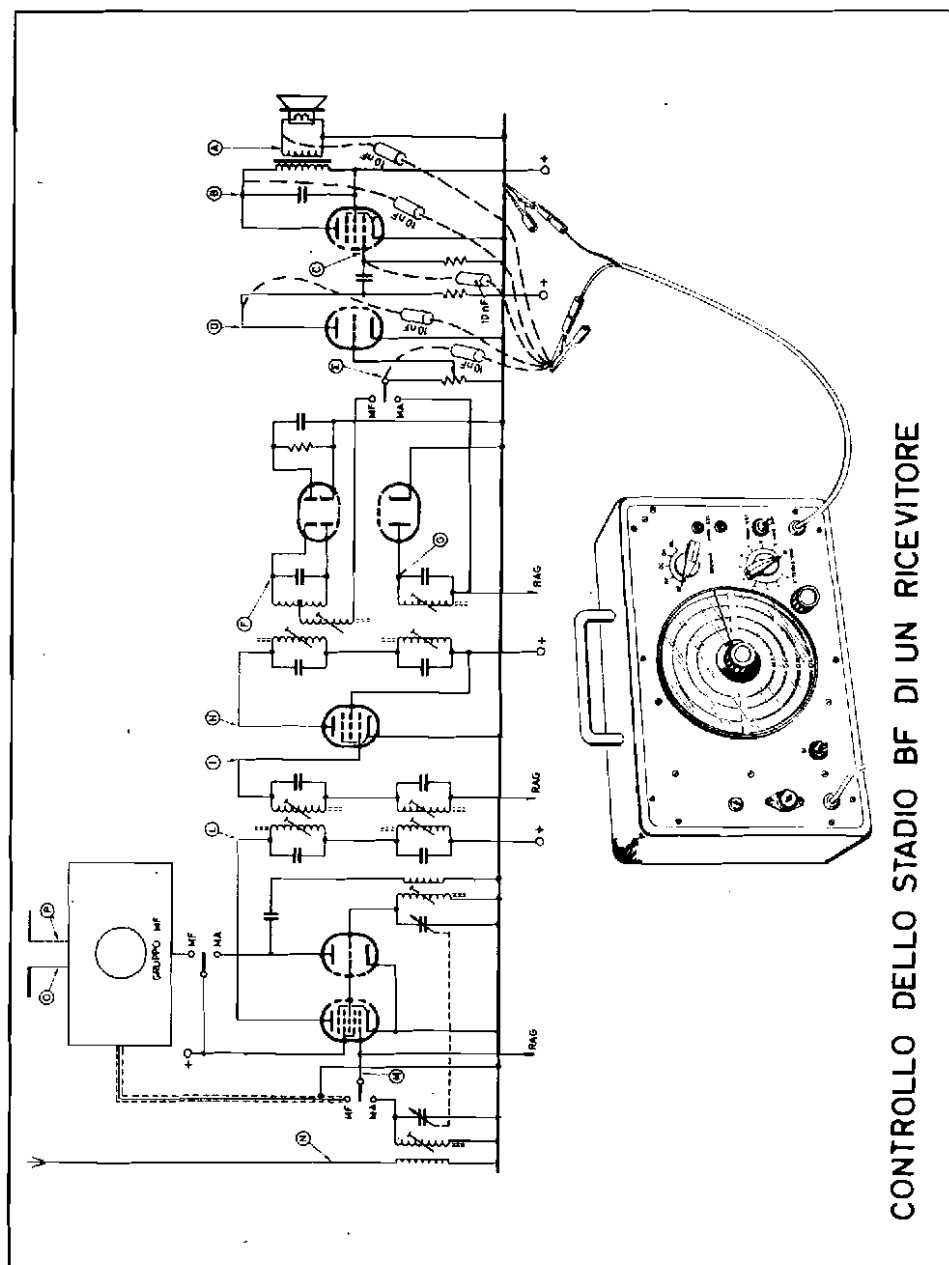
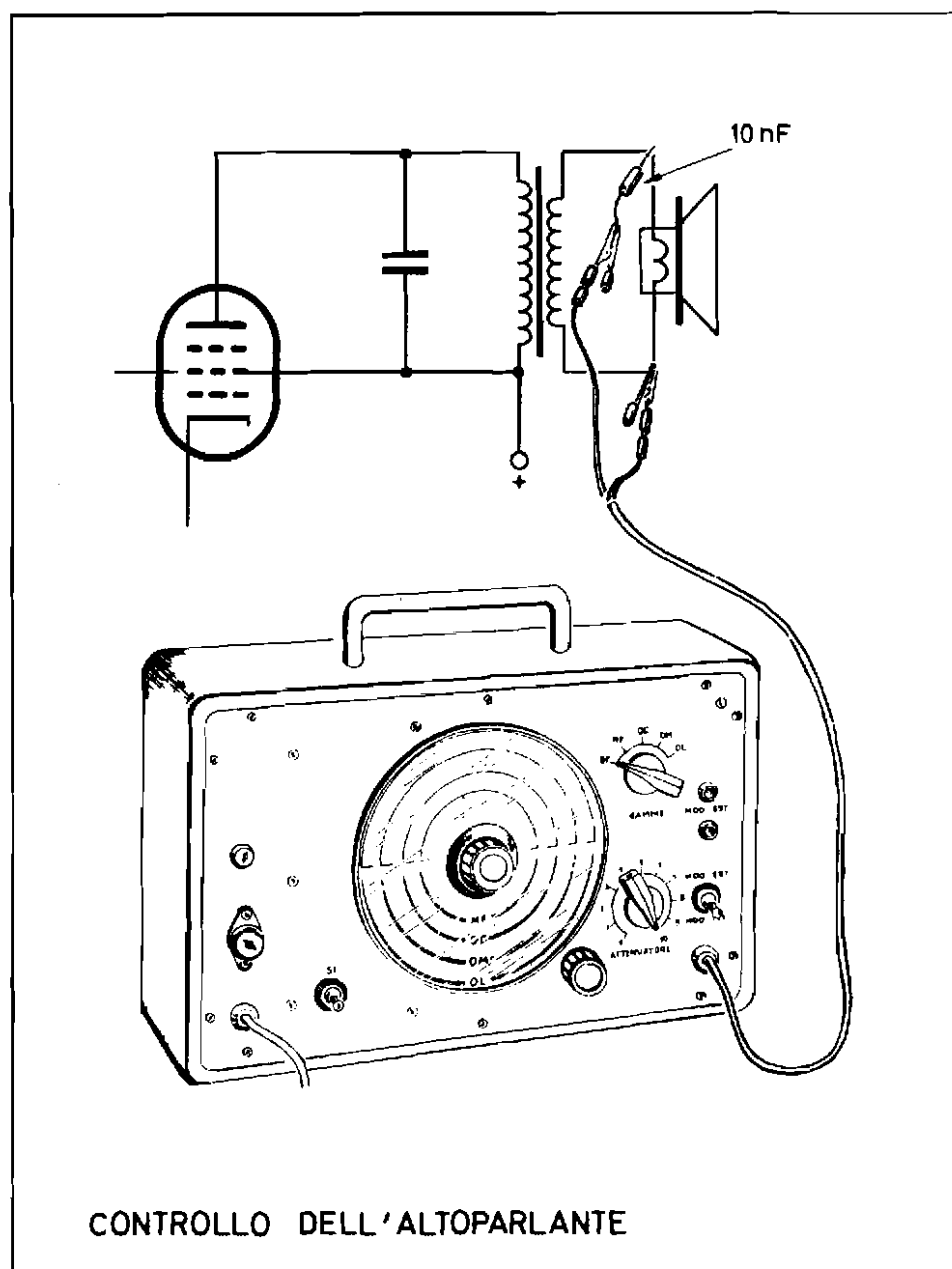

Fig. 3
Fig. 4
- Si porta a contatto con il punto A indicato nella fig. 3 il terminale libero del condensatore collegato al conduttore interno del cavetto d'uscita: dall'altoparlante si deve udire la nota caratteristica del segnale BF, anche se molto debole. Se il ricevitore da controllare non ha il terminale dell'avvolgimento secondario del trasformatore d'uscita collegato a massa, si porta il coccodrillo nero del cavetto d'uscita dell'oscillatore a contatto con l'altra linguetta della bobina mobile dell'altoparlante (fig. 4); a controllo avvenuto si serra con il coccodrillo nero il telaio del ricevitore.
— Ottenuto esito positivo dal controllo dell'altoparlante, si prosegue la verifica dell'amplificatore BF portando successivamente il terminale libero del condensatore a contatto con i punti B, C, D, E del circuito indicato nella *fig. 3*; ad ognuna di queste prove si deve sempre udire dall'altoparlante la nota acustica.